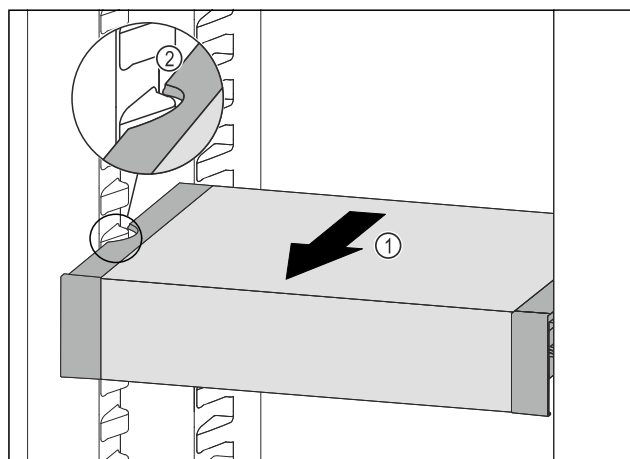

Fig. 55
- ▶ Træk VarioSafe fremefter Fig. 55 (1), indtil udsparringerne i siden på VarioSafe er på niveau med beholderribben i kølesektionen. Fig. 55 (2)